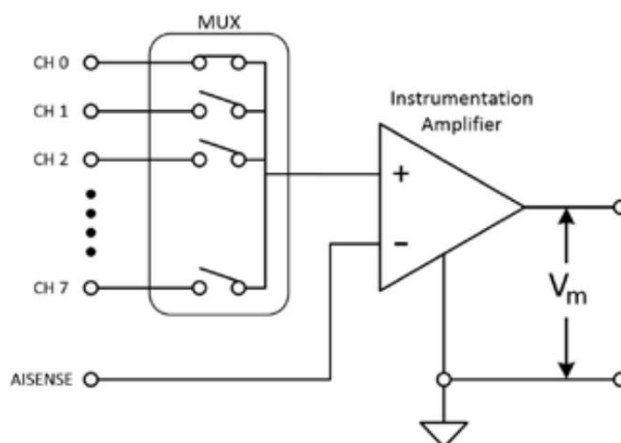

Figura 5. O ponto comum de um instrumento NRSE é a tensão fornecida no terminal negativo do amplificador de instrumentação.
• Os instrumentos NRSE utilizam um ponto de referência comum; entretanto, esse ponto comum é a tensão fornecida no terminal negativo do amplificador de instrumentação. No exemplo NRSE mostrado na Figura 5, a referência comum é a linha AI SENSE; portanto, a tensão medida é a diferença de potencial entre CH X e a tensão no canal AI SENSE.